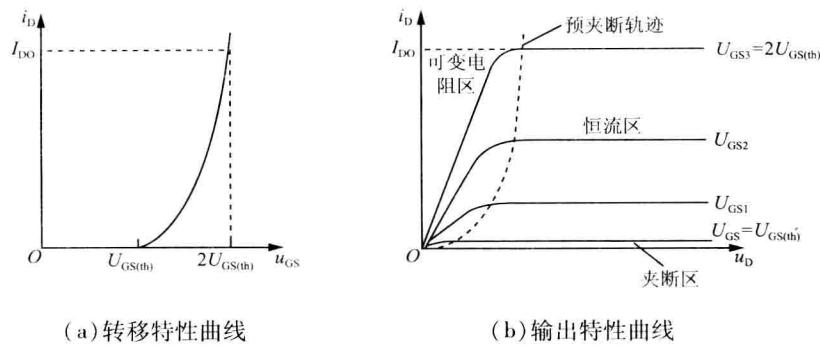

图 1.6 绝缘栅型场效应管的特性曲线
(1) 特性曲线：与结型场效应管一样，MOS 管也有可变电阻区、恒流区和夹断区三个工作区域，如图 1.6 所示。